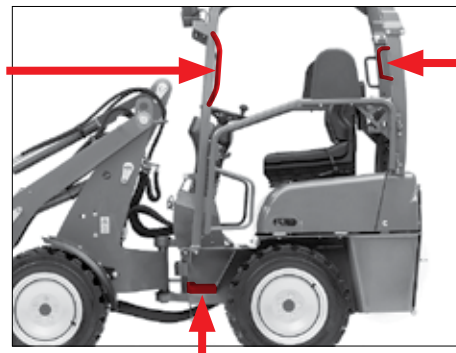

Fig. 18
- ▶ Brug de anbragte håndtag og trin (Fig. 18)!